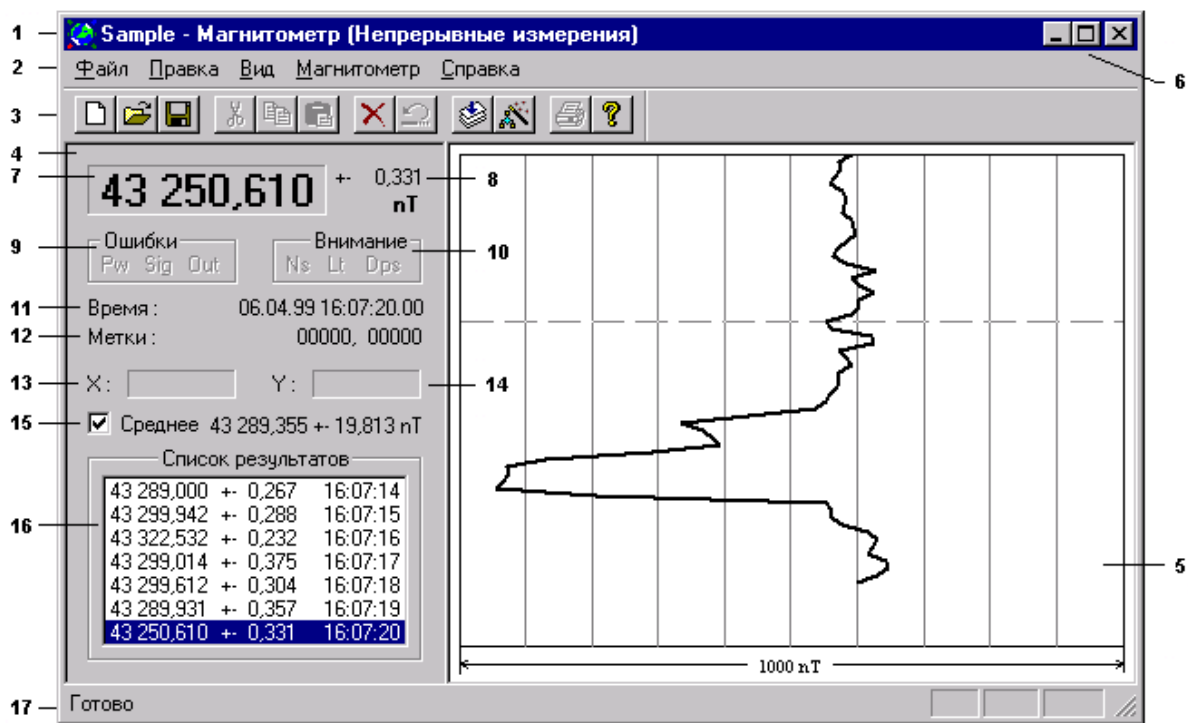

Рис. 4. Главное окно приложения PosManager 1.0.
При запуске PosManager 1.0 на экран компьютера выводится главное окно приложения, содержащее органы управления, меню, информационные и рабочие окна. Внешний вид главного окна приложения PosManager 1.0 показан на Рис. 4.
В левой части рабочей области главного окна приложения PosManager 1.0 (Рис. 4) располагается окно просмотра диалога (4), предназначенное для вывода информации о выделенном результате, вывода статистических данных, отображения текущих значений координатных меток и списка результатов, соседних с выделенным результатом.
- значение поля (7) - значение модуля индукции магнитного поля,
- погрешность измерения (8) - предполагаемая погрешность измерения,
- окно «Ошибки» (9) - ошибки, возникшие в процессе измерения,
- окно «Внимание» (10) - предупреждения пользователю,
- строка «Время» (11) - время измерения с точностью до 0,01 сек,
- строка «Метки» (12) - значение координатных меток и комментарий.
В окне «Ошибки» (9) отображаются биты 4 – 6 байта состояния измерения. Надписи в окне соответствуют следующим ошибкам: Pw – мало напряжение питания прибора, Sig – отсутствие сигнала, Out – сигнал вне диапазона работы прибора. В окне «Внимание» (10) отображаются биты 0 – 2 байта состояния измерения. Надписи в этом окне соответствуют следующим предупреждениям: Ns – низкое отношение сигнал / шум, Lt – короткое время измерения, Dps – результат вне текущего рабочего диапазона. Если какой либо бит байта состояния установлен, то соответствующая надпись в этих окнах пишется черным цветом. В противном случае вид надписи будет тем же, что и на Рис. 4.
При использовании координатных меток X и Y их текущие значения постоянно отображаются в соответствующих окнах (13, 14). Если координатные метки не используются, то в этих окнах ни чего не отображается, как показано на Рис. 4.
В правой части рабочей области главного окна приложения PosManager 1.0 (Рис. 4) располагается окно просмотра графика (5), предназначенное для вывода информации о результатах измерений в виде графика модуля индукции магнитного поля.
Приложение PosManager 1.0 снабжено одной панелью инструментов, содержащей кнопки быстрого вызова наиболее часто используемых команд. Внешний вид панели инструментов (3) показан на Рис. 4. По команде «Панель инструментов» меню «Вид» можно скрыть или показать панель инструментов. Пользователь может разместить панель инструментов с любой стороны главного окна приложения или сделать ее плавающей для размещения в любой области окна монитора. Данная версия приложения не поддерживает сохранение состояния панели инструментов при завершении приложения. Поэтому, при запуске приложения панель инструментов всегда выводится в левом верхнем углу рабочей области главного окна приложения.
Внизу рабочей области главного окна приложения PosManager 1.0 (Рис. 4) располагается строка состояния (17), предназначенная для вывода информационных сообщений и подсказок в текстовой форме. По команде «Строка состояния» меню «Вид» пользователь может скрыть или показать строку состояния. Данная версия приложения не запоминает выбора пользователя при выходе из программы. Поэтому при запуске приложения строка состояния всегда будет отображаться внизу рабочей области главного окна приложения.
Окно диалога «Результат измерения» предназначено для отображения и редактирования информации, относящейся к выделенному результату. Назначение информационных полей этого окна то же, что и назначение полей окна просмотра диалога (4), показанного на Рис. 4. Отличие состоит в том, что надписи ошибок и предупреждений в окне диалога «Результат измерения» даны в более полной форме.
При нажатии клавиши Alt или нажатии левой клавиши манипулятора «мышь» в области меню приложения (2), показанного на Рис. 4, меню активизируется и получает фокус ввода клавиатуры. Другой способ активизировать меню – нажатие комбинации клавиши Alt и клавиши с буквой, подчеркнутой в названии раздела меню. При этом раскрывается соответствующий раздел меню и выводится список